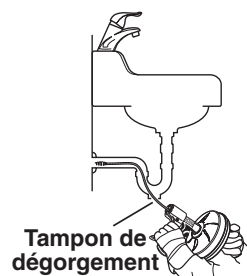

Figure 5
- Pour les autres bassins, il sera peut-être nécessaire de retirer un tampon de dégorgement ou un bouchon (Figure 5). N'oubliez pas de placer un récipient sous le tampon pour récupérer les fuites d'eau éventuelles.